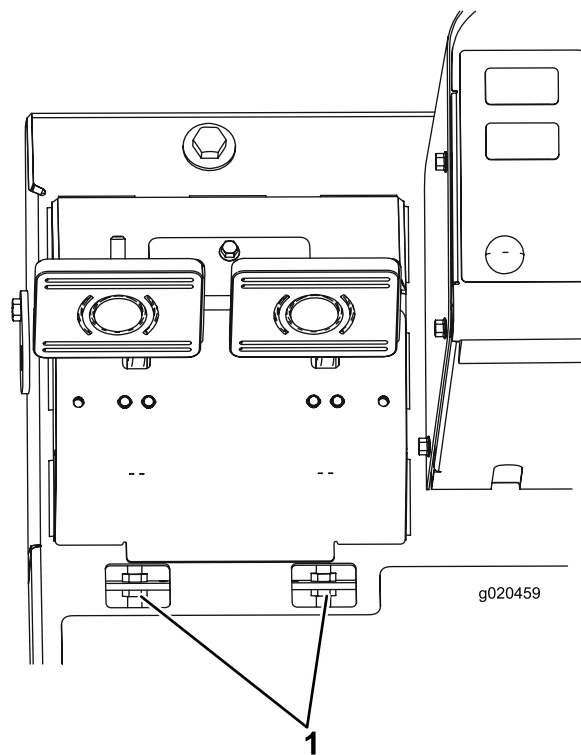

Рисунок 71
- В. Отпустите переднюю гайку на резьбовом конце гибкого тросика тормоза (Рисунок 71).